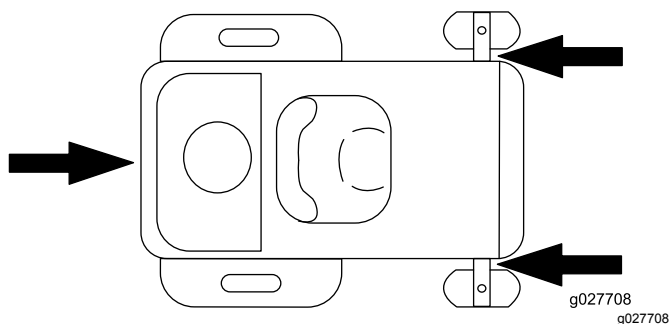

Figure 24
- Arrimez solidement la machine sur la remorque ou le camion à l'aide de sangles, chaînes, câbles ou cordes. Utilisez uniquement les points d'attache désignés sur la tondeuse, comme montré à la Figure 24. Utilisez ces points même pour transporter la tondeuse équipée d'un accessoire. L'utilisation de points non désignés risque d'endommager la tondeuse et/ou l'accessoire.